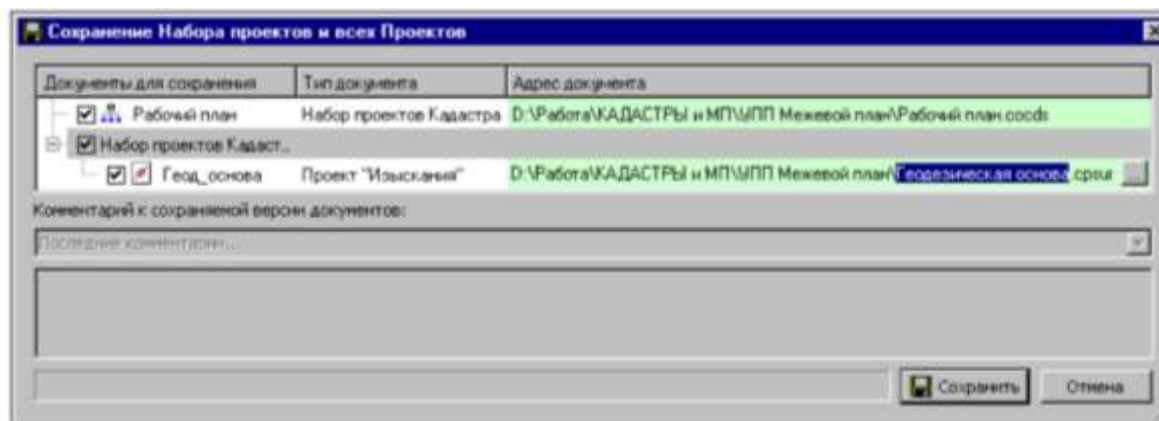

Рисунок 4 – Сохранение Набора проектов и всех Проектов
Далее откроется диалог **Сохранение Набора проектов и всех Проектов** (рисунок 4) с заданным адресом НП. По этому адресу автоматически формируются адреса всех проектов в составе НП.
– Задайте имя набору проектов – *Рабочий план* в поле **Адрес документа** и имя проекту – *Геодезическая основа* (рисунок 4).